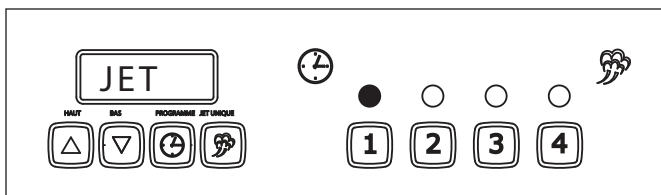

Figure 6. Mode SHOT sur Menu 1
**JET PULSÉ (Durée de jet de vapeur)** permet de régler le volume d'eau à chaque fonctionnement du solénoïde (jet de vapeur) (Figure 6).
9. Réappuyez sur le bouton **PROGRAM** (programmation) et « SHOT » (jet) apparaît quelques instants sur l'afficheur (Figure 6).
11. Appuyez sur le bouton de canal sélectionné pour enregistrer les changements (Figure 6), ou appuyez sur un autre bouton de canal afin de stocker les changements et de sélectionner un autre canal.